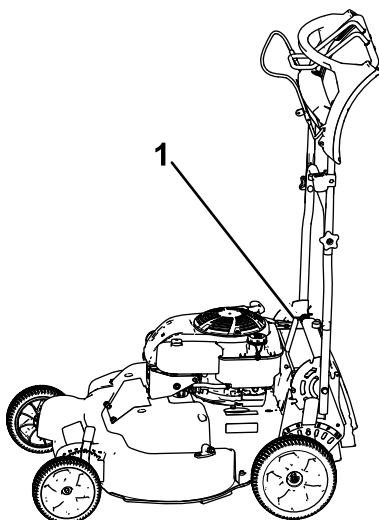

Figure 38
1. Bloquez le guidon en position verticale (Figure 38) ; voir Réglage de la hauteur du guidon \(page 12\).